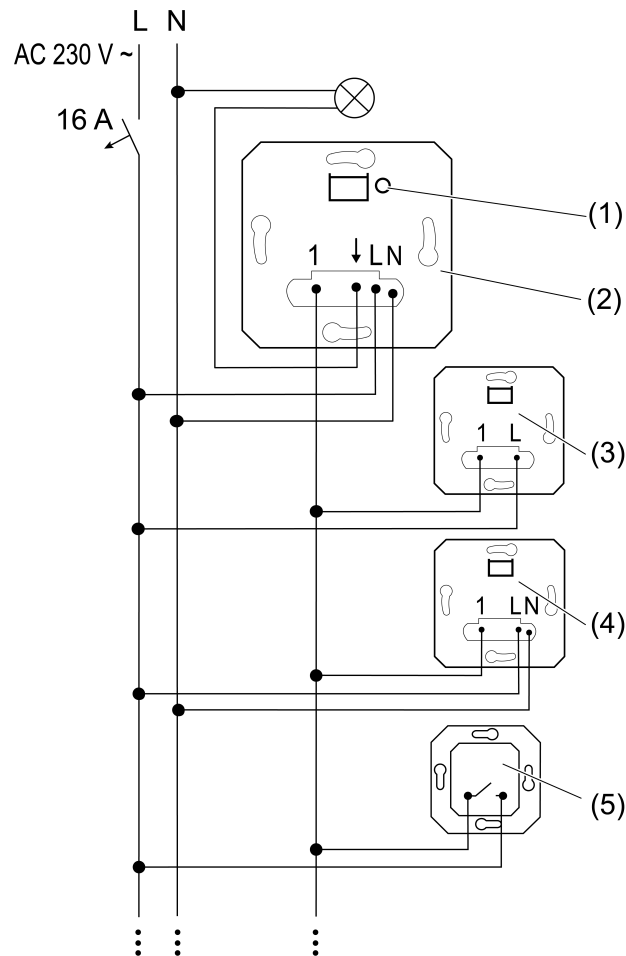
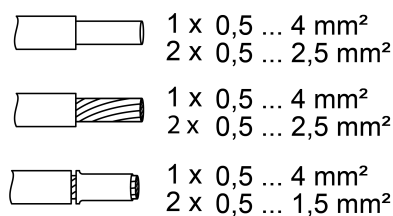

рисунок 1: Схема подключения с дополнительными подчиненными узлами локальной сети
рисунок 2: Поперечное сечение кабеля для зажимных контактов
- Подключите включающую вставку (2) согласно схеме подключения (см. рисунок 1). При этом следует учитывать поперечные сечения кабелей, на которые могут устанавливаться зажимы (см. рисунок 2).
- Подключите на выбор 2-проводной подчиненный узел (3), 3-проводной подчиненный узел (4) и замыкающий контакт (5) кнопочного выключателя.
- i** Нагрузку можно включать путем короткого нажатия кнопки **TEST (1)**.